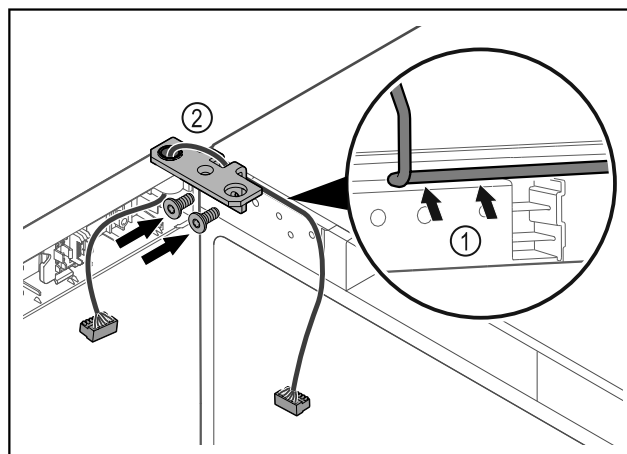

Fig. 58
- 将电缆穿过合页角铁的缺口并小心铺设 Fig. 58 (1)。
- 拧上合页角铁 Fig. 58 (2)。